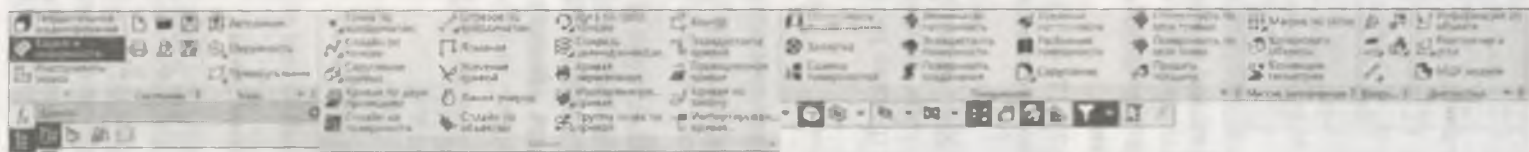

Рис. 18.17. Панель инструментов Каркас и поверхности
- ♦ Панель инструментов **Каркас и поверхности** (рис. 18.17) — состоит из знакомых вам панелей: **Эскиз**, **Массив**, **Копирование**, **Вспомогательные объекты** и **Диагностика**.
- Панель инструментов **Каркас** (рис. 18.17) — состоит из кнопок команд для построения различных кривых (отрезок по координатам, спираль цилиндрическая, дуга, эквидистанта кривой и др.), а также для построения различных пространственных кривых и сплайнов;